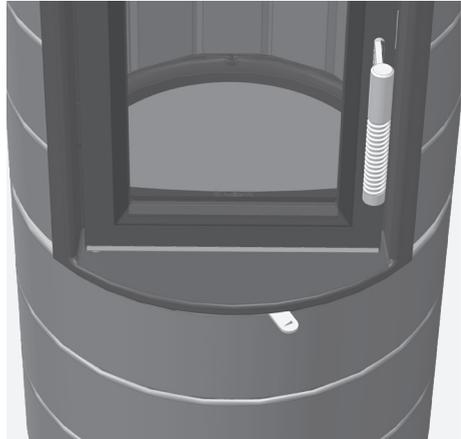

Fig. 4.5 Registre d'air de combustion, à droite, entièrement ouvert
- Ouvrez l'air de combustion complètement – tirer le registre d'air complètement vers la droite (voir Fig. 4.5).